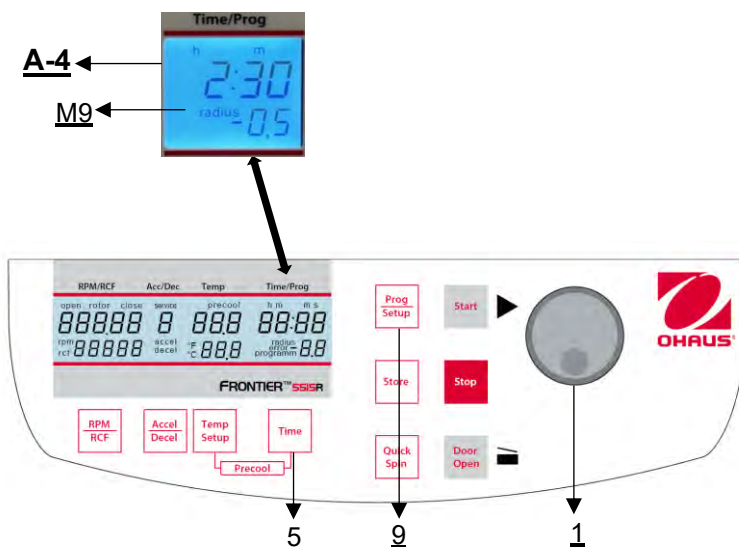

Figure 21
Fermer d'abord le couvercle de la centrifugeuse, puis appuyer simultanément sur les touches "**Time**" (5) et "**Prog/Setup**" (9) et les maintenir enfoncées (**voir figure 21**).